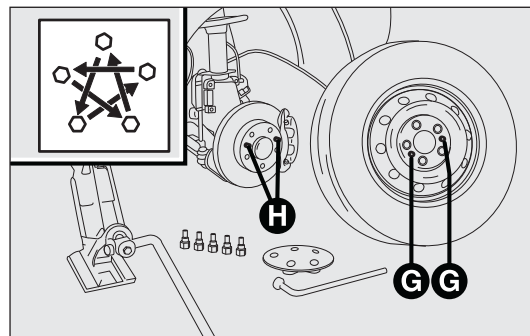

fig. 161
- ☐ monte la rueda de repuesto, haciendo coincidir los orificios G-fig 161 con los tornillos H correspondientes. Al montar la rueda de repuesto, compruebe que las superficies de apoyo estén limpias y libres de impurezas que podrían provocar más tarde el aflojamiento de los tornillos;
- ☐ apriete a fondo los tornillos, pasando alternativamente de un tornillo al diametralmente opuesto, según el esquema ilustrado en la fig. 161.